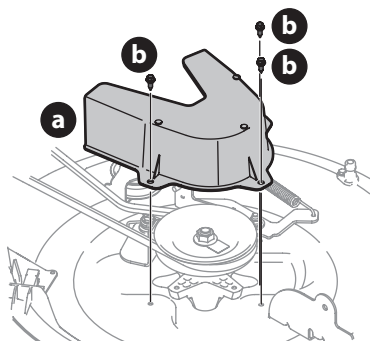
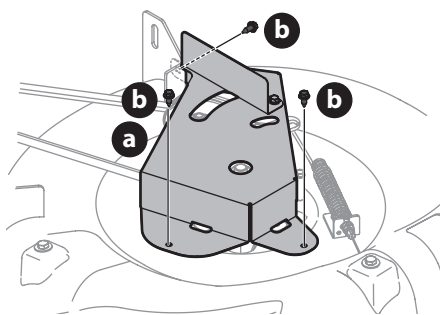

Figura 36
Figura 37
5. Extraiga la cubierta de la correa de la plataforma (a), para lo cual deberá retirar los tres pernos hexagonales (b) que la sujetan. Vea la Figura 36 para plataformas de 30" y la Figura 37 para plataformas de 24".